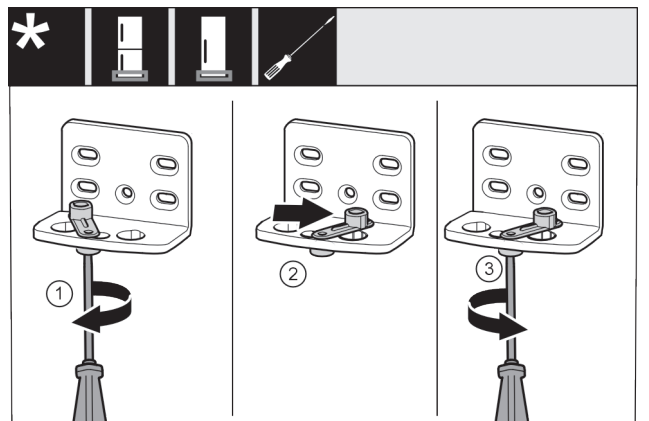

Fig. 19
- Schraube Fig. 19 (1) mit Schraubendreher lose schrauben.
- Türschließhilfe Fig. 19 (2) anheben und um 90° nach rechts in Bohrung drehen.
- Schraube Fig. 19 (3) mit Schraubendreher festschrauben.